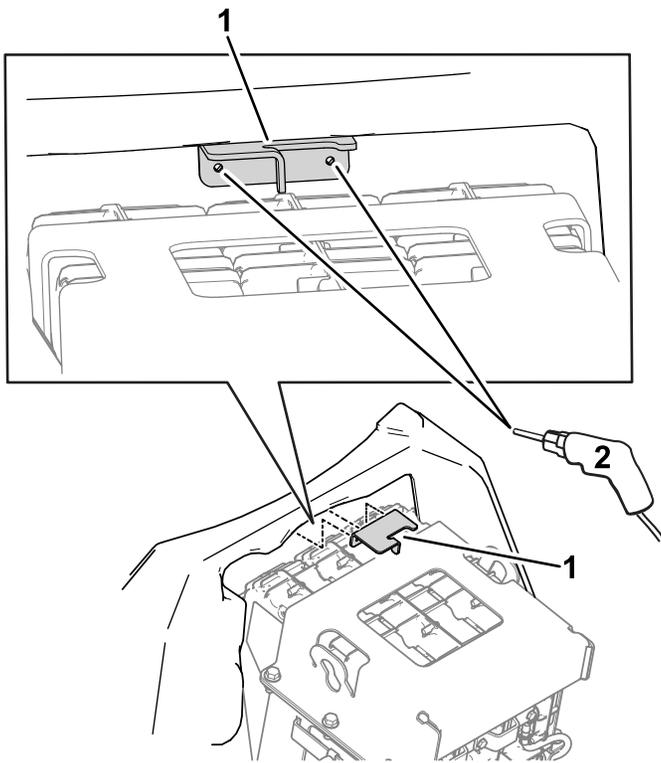

Bild 51
2. Verwenden Sie die Riegelhalterung als Vorlage, markieren und bohren Sie 2 Löcher ($\frac{3}{16}$ "-Bohrer) in einen zentrierten Bereich der Akkuabdeckung (Bild 51).